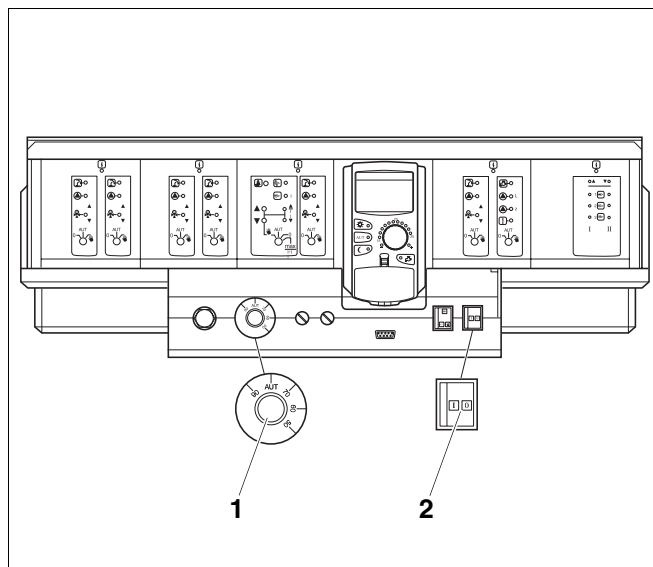

Рис. 34 Система управления Logamatic 4000
- Для подавления помех нужно перевести пусковой выключатель (рис. 34, **поз. 2**) в положение "0" (Выкл).
Примерно через 3 секунды установить пусковой выключатель (рис. 34, **поз. 2**) в положение "I" (Вкл). Если после многократного переключения горелка не включается, то см. главу 11 "Устранение неисправностей", стр. 58.